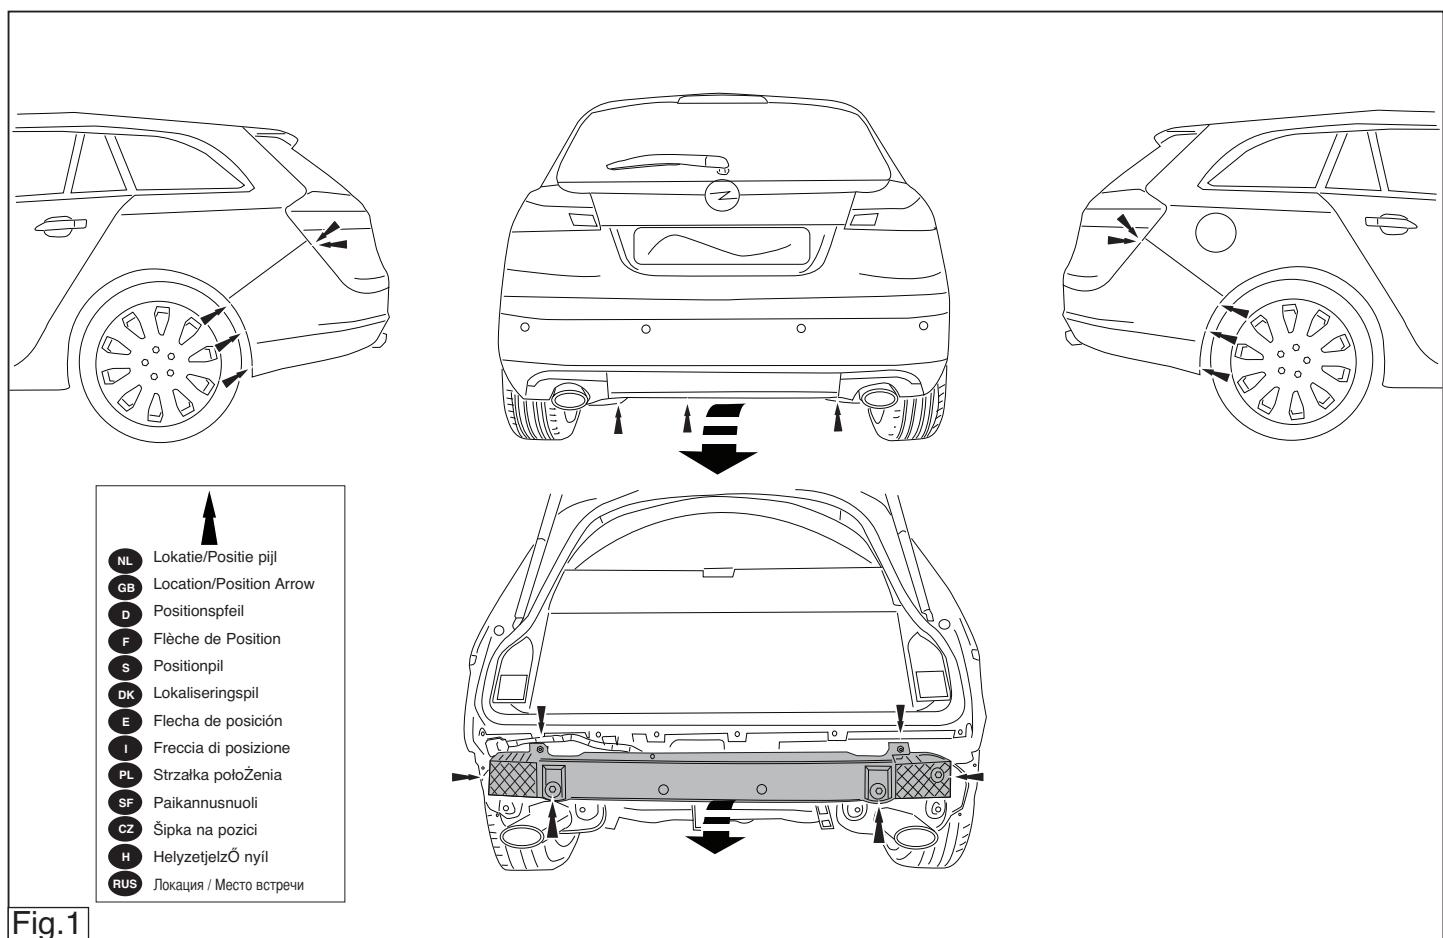

Fig.1
2. Buffer beam will no longer be needed. See figure 1.
2. Die Stoßstange einschließlich des stählernen Stoßbalkens vom Fahrzeug abmontieren. Der Stoßbalken wird nicht mehr benötigt. Siehe Abbildung 1.